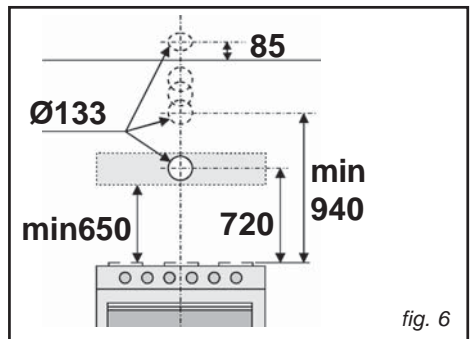

fig. 6
- Maak een gat in de muur voor het afvoeren van de lucht (doorsnede 133 mm), en raadpleeg hierbij Fig. 6 voor de maten voor de verschillende mogelijkheden.